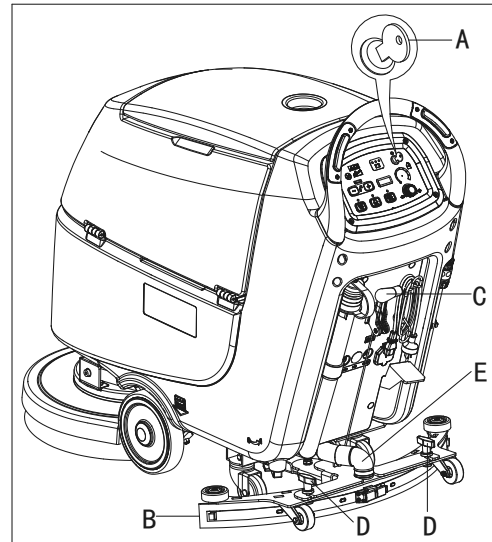
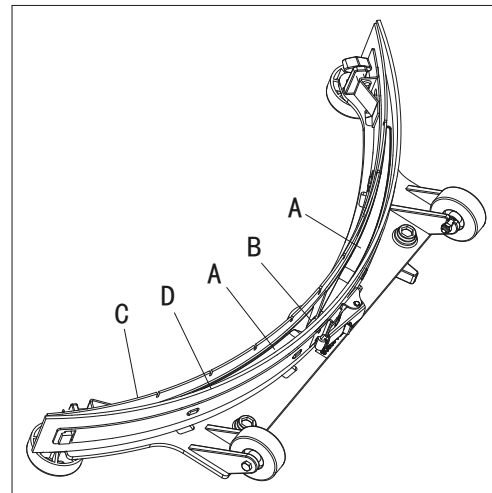

Figure 19
Figure 20
2. Tourner la clé de contact (A, Fig. 19) sur "0".
3. Abaisser la raclette (B) avec le levier (C).
4. Desserrer les boutons (D) et retirer la raclette (B).
5. Débrancher le tuyau d'aspiration (E) de la raclette.
6. Nettoyer la raclette (Fig. 20). Nettoyer en particulier les compartiments (A) et le trou (B). Vérifier la lame avant (C) et la lame arrière (D) pour l'intégrité, les coupures et les fissures; si nécessaire les remplacer (voir la procédure dans le paragraphe suivant).